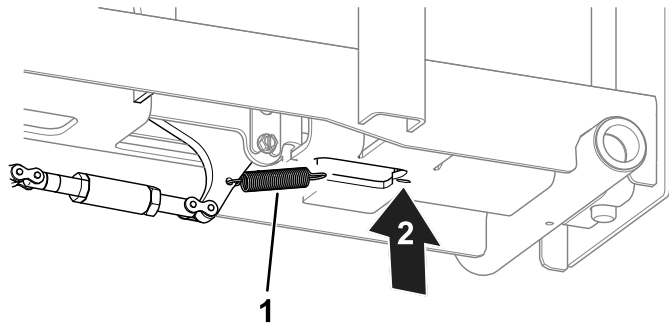

**Figura 14**
8. Utilizai o za pentru a monta întinzătorul za-lan la opritorul roii (Figura 14).